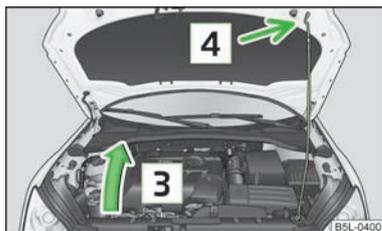

Fig. 142 Fixation du capot-moteur avec appui du capot
- Sortez la béquille de capot **[3]** de son support dans le sens de la flèche et fixez le capot-moteur ouvert en insérant l'extrémité de la béquille dans l'orifice prévu à cet effet **[4]** » fig. 142.